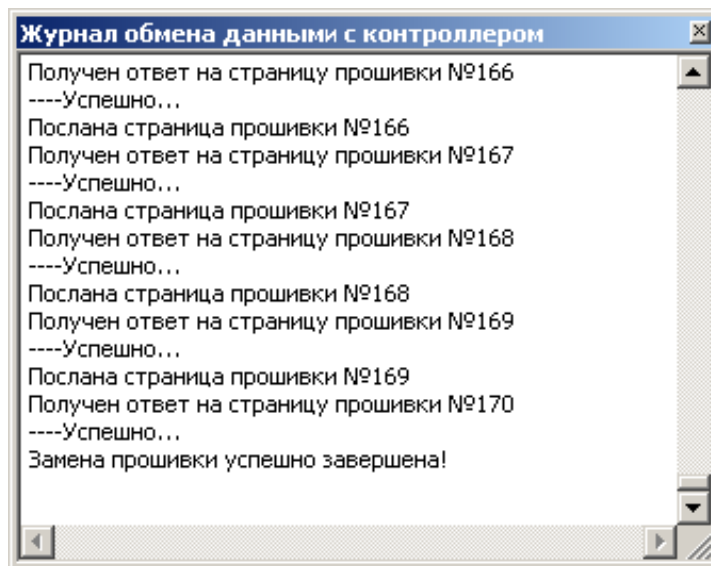

Рисунок 29
8) появится окно журнала обмена данными с контроллером (Рисунок 29):
По завершению замены прошивки в журнале обмена данными с контроллером будет сообщение «Замена прошивки успешно завершена» (Рисунок 29).